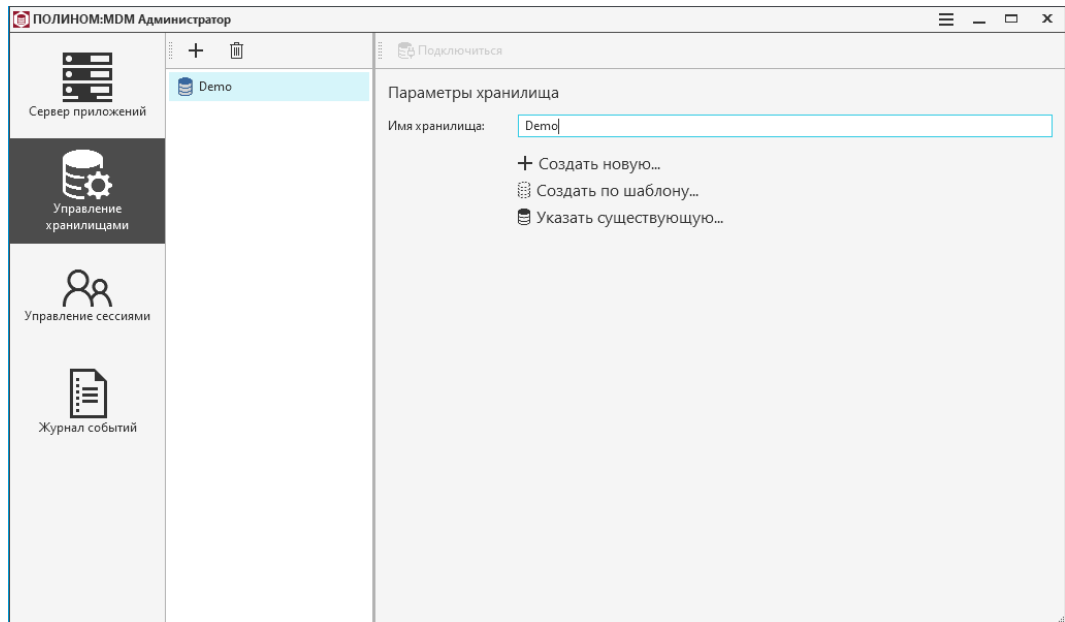

Рис. 4.38
1. Запустите приложение ПОЛИНОМ:MDM Администратор (рис. 4.38).
1. Нажмите кнопку **Создать по шаблону** (рис. 4.38).